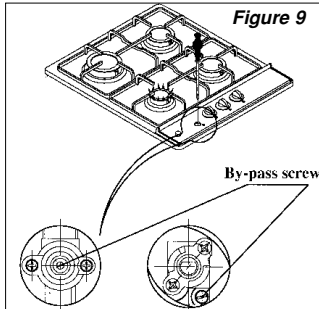

Figure 9
4. A l'aide d'un petit tournevis, vissez ou dévissez la vis de réglage (fig. 9) jusqu'à ce que la flamme du brûleur soit réglée au minimum. Le gaz est correctement distribué quand la flamme atteint un longueur minimale d'environ 4 mm. Assurez-vous qu'en passant de la position maximale à la position minimale, la flamme ne s'éteigne pas.